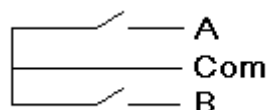

図 1
1. ホイールマウスエンコーダーの端子 A(図 1 参照)と端子 32 (ENCA0)を接続します。
2. ホイールマウスエンコーダーの端子 B(図 1 参照)と端子 33(ENCB0)を接続します。
3. USB マウスと PC を接続し、ホイールマウスエンコーダーの Com(図 1)を 5V と接続します。